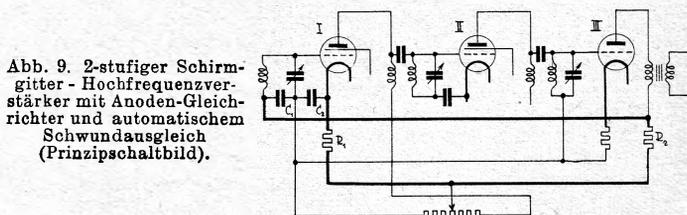

Abb. 9. 2-stufiger Schirmgitter-Hochfrequenzverstärker mit Anoden-Gleichrichter und automatischem Schwundausgleich (Prinzipschaltbild).
Abb. 9 zeigt als erstes Beispiel für eine vollständige Schwundausgleichsschaltung einen zweistufigen Hochfrequenzverstärker mit Anodengleichrichter. Das Gitter des ersten HF.-Rohres (I) erhält seine negative Vorspannung über die in Reihe liegenden Widerstände R_1 und R_2 . Über R_1 fließt der Anodenstrom der ersten Röhre — der Spannungsabfall an diesem Widerstand erzeugt eine vom Fading unabhängige Vorspannung —, über R_2 fließt der Anodenstrom des Gleichrichterrohres. Sinkt während eines Fadings die Antennenspannung,